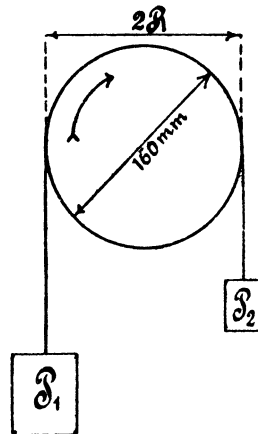

Fig. 77.
204. Ein Reihenelektromotor soll gebremst werden. Zu dem Zweck wird gemessen: die Klemmenspannung $e = 100$ [120] (220) V, die Stromstärke $i = 10$ [12] (8) A, die Tourenzahl $n = 1500$ [1800] (1200) pro Minute, der Anker- und Magnetwiderstand $w_a + w_m = 2$ [1] (1) Ω , die Bremsgewichte $P_1 = 6$ [7,5] (15,5) kg, $P_2 = 0,8$ [1] (2,5) kg und der Scheibendurchmesser $2R = 160$ mm. (Fig. 77.) Gesucht:
- die unter a, b, c, d, e verlangten Größen, wenn bei unveränderter Belastung die Klemmenspannung auf 110 [125] (230) V erhöht wird.